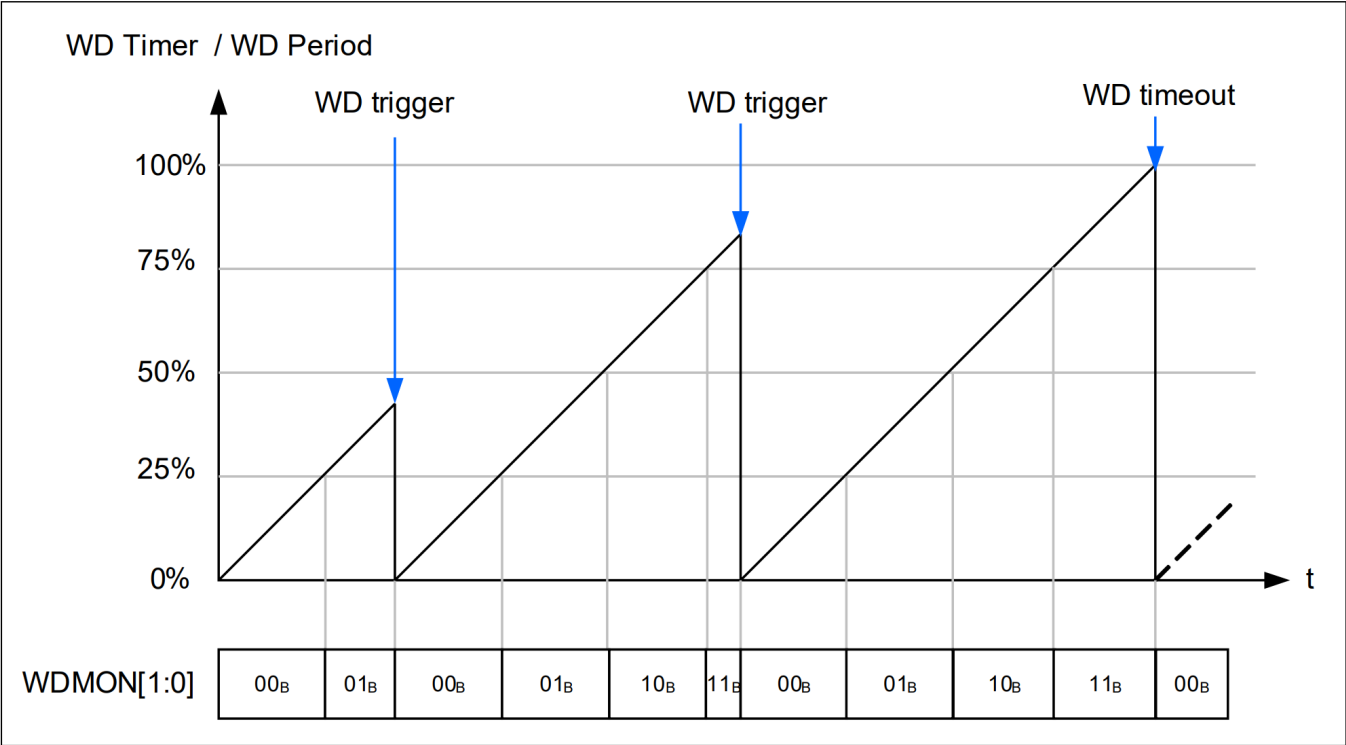

图 38 看门狗监控和看门狗超时示例
- 看门狗触发位在看门狗周期内未得到反转 (看门狗超时事件)。参阅**图 38**³⁾。
状态位 **WDMON** [1:0] 报告看门狗定时器与看门狗周期的相对位置。参见表 21 和图 38。这允许检测与看门狗计时器相关的潜在故障：该端口可以验证看门狗计时器正在运行。